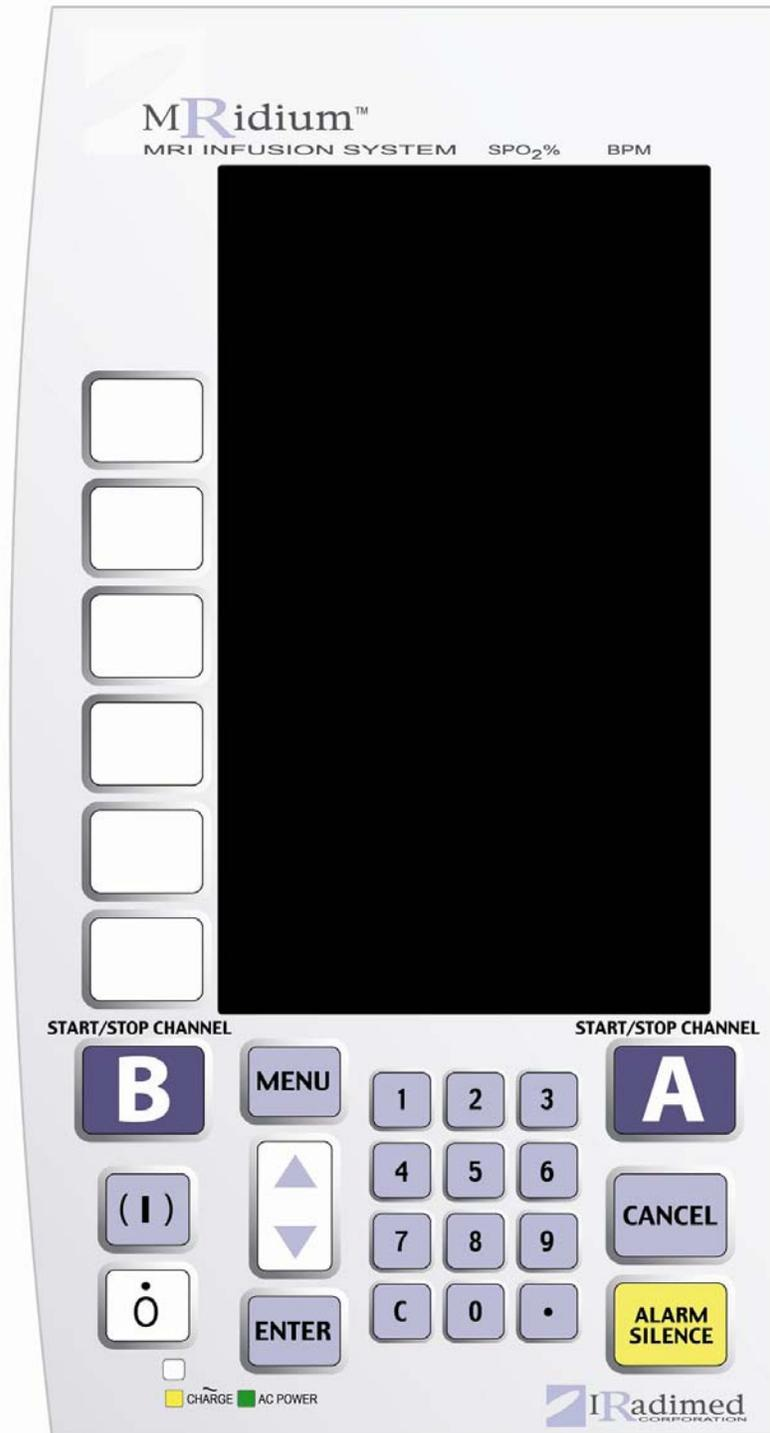

Figura 1-7. Tasti di comando pannello anteriore
1.2.1 Tasti di comando pannello anteriore. Vedere la Figura 1-7 per individuare la posizione dei tasti di comando.